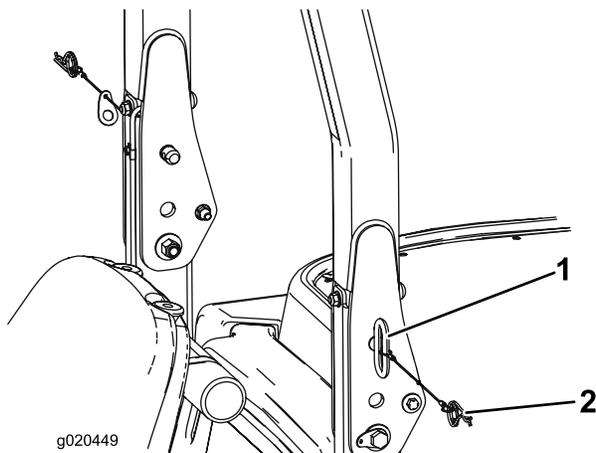

Figura 30
1. Per abbassare il roll bar rimuovete le coppiglie e le due spine (Figura 30).